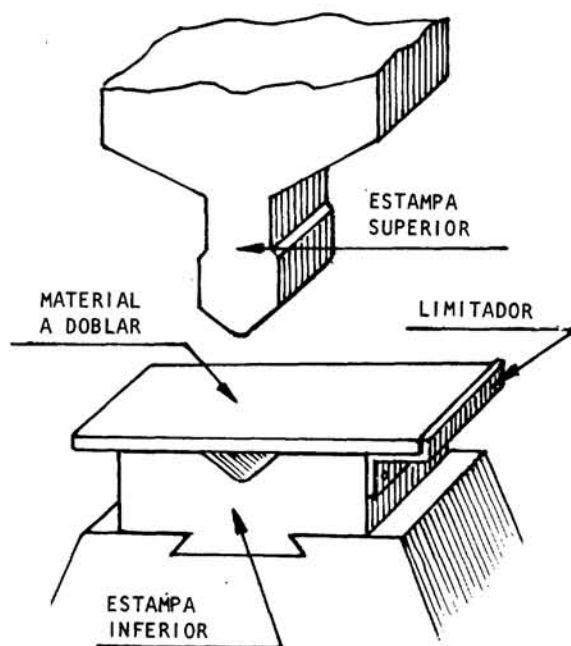

Fig. 1
- a *Retire el material calentado con la tenaza y ubíquelo sobre la estampa inferior haciendo tope en el limitador (fig. 1).*